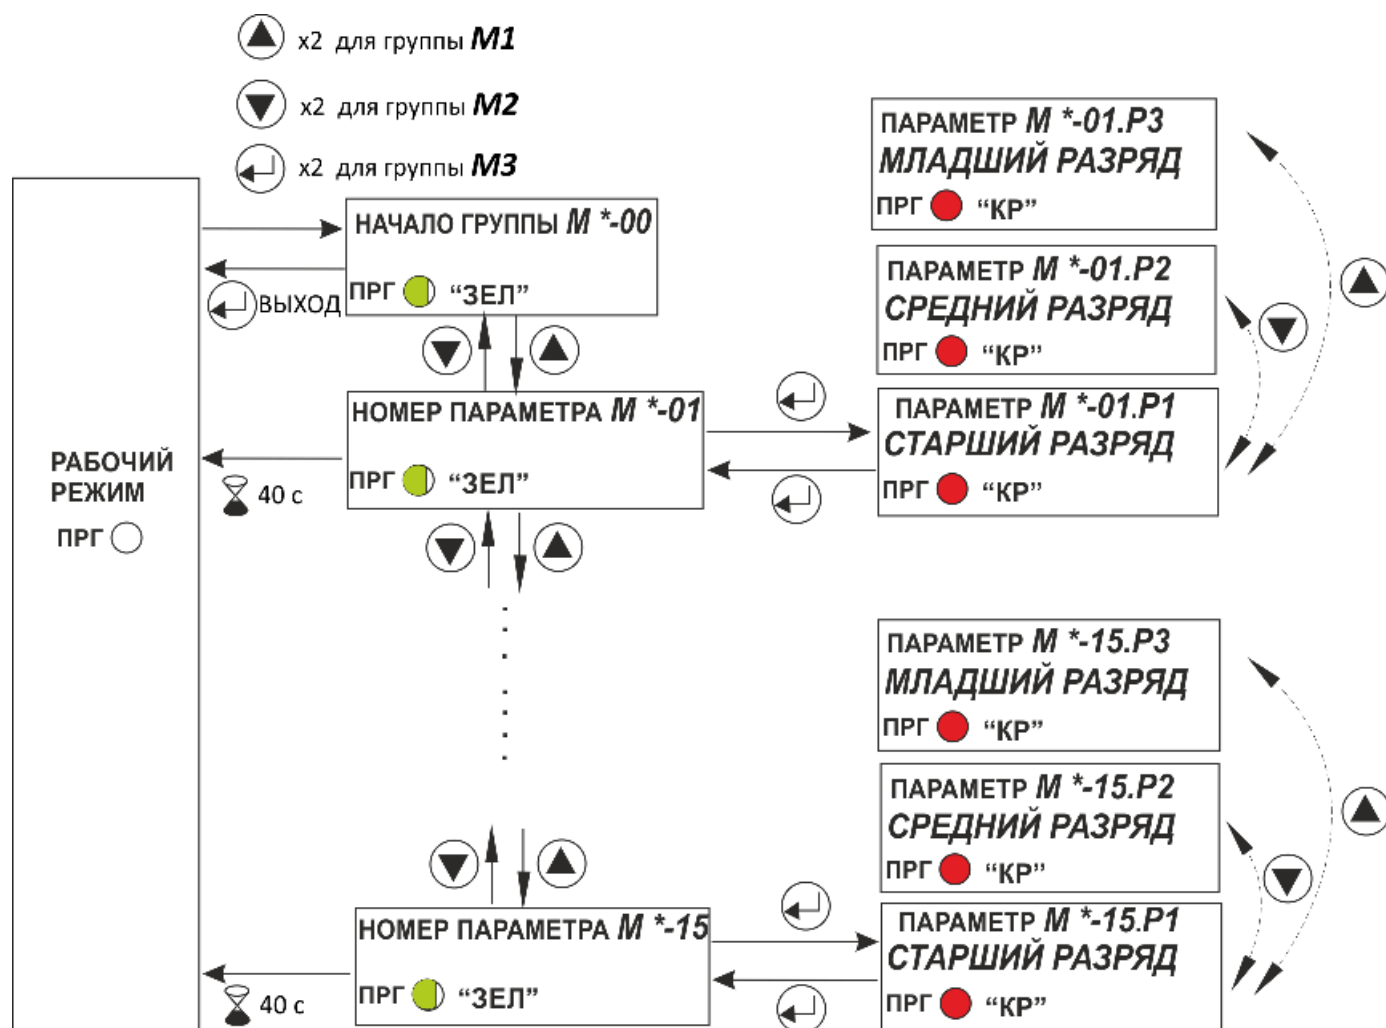

Рисунок 12 –Схема работы режима индикации параметров
1.11.3 Обобщенная схема режима индикации параметров приведена на рис.12. Обозначение на схеме **М*** соответствует **М1**, **М2** или **М3**, в зависимости от выбранной группы.